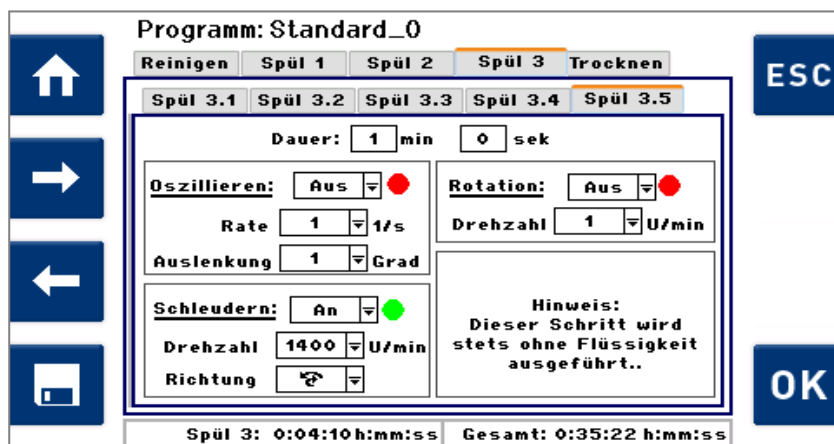
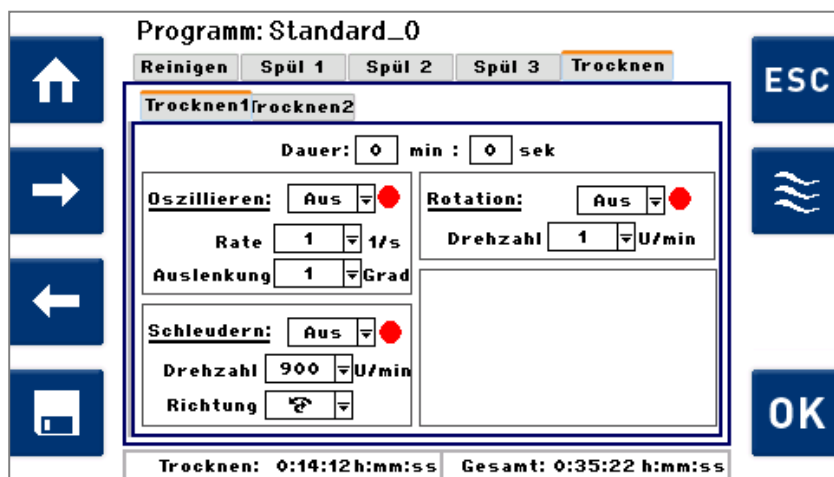

Abb.16.4 Displayanzeige der Optionen für Spülen3.5 (Anzeige analog für Spülenx.5, x=1, 2, 3).
Abb.16.5 Displayanzeige der Optionen für Trocknen1.
Die danach noch mittels Vakuums und Reinigungskammerwand-Heizung zu verdampfende Menge an letztem Spülmedium auf den Teile- und Drehkorboberflächen wird dann durch Dauer und Effektivität der vorangehenden Schleuder-Sequenzen in Spülenx.5 (Abb. 16.4) und Trocknen1 (Abb. 16.5) bestimmt.
2. eine möglichst hohe Umdrehungsgeschwindigkeit (bis zu 1400 U/min) und eine Schleuderdauer mit Drehrichtungswechsel, bei der noch Flüssigkeit abgeschleudert wird (meist insgesamt 40 = 2x 20 sek), in Trocken1 (Abb. 16.4) zu programmieren sind.